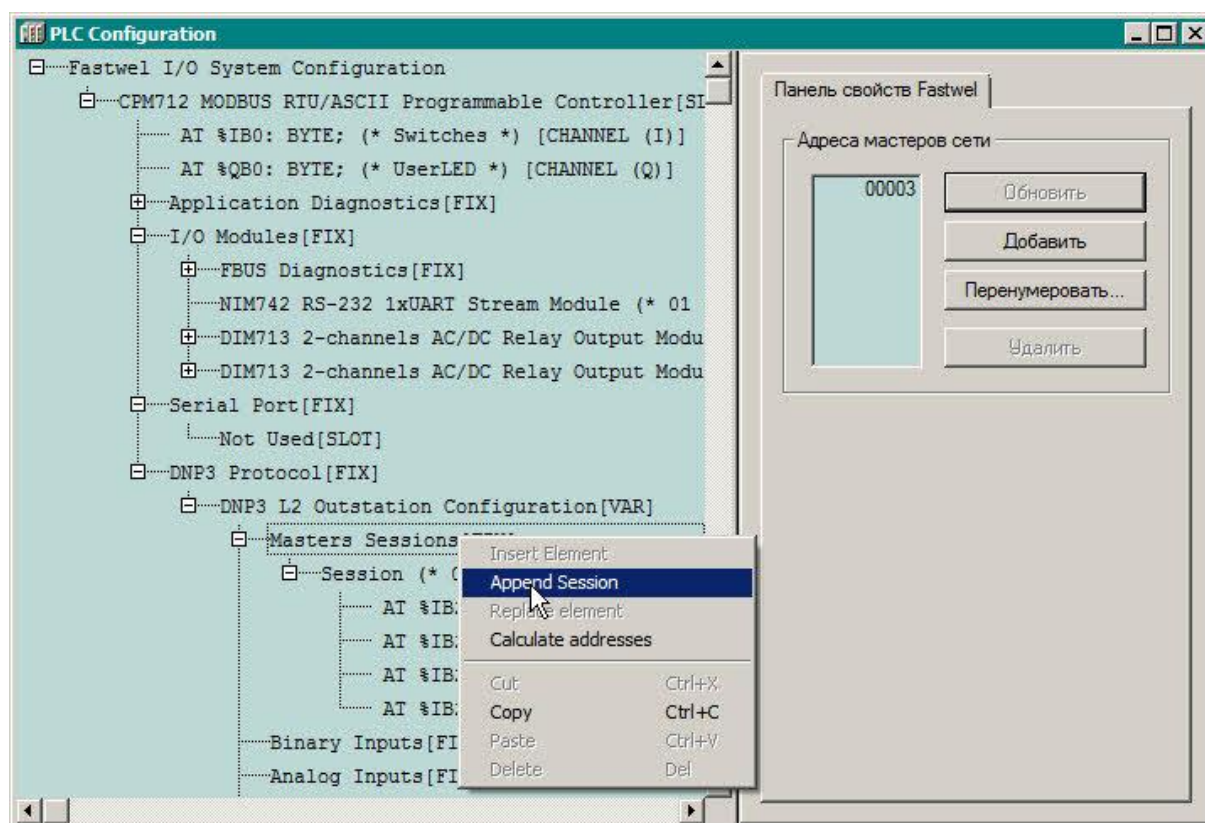
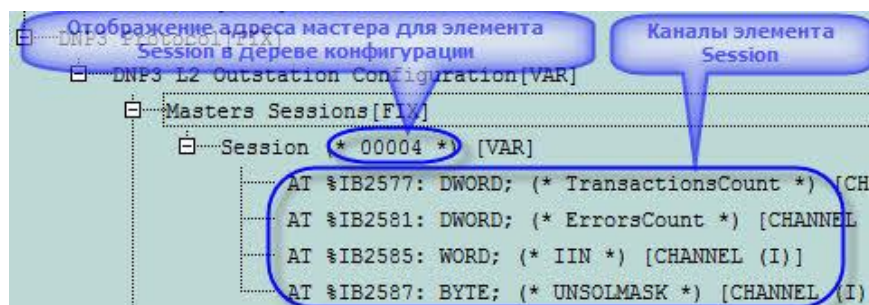

Рис. 21. Добавление сеанса связи с мастером в список *Masters Sessions*
Рис. 23. Входные каналы элемента Session
2. Щелкните правой кнопкой мыши над элементом *Masters Sessions* и выберите команду **Append Session** в контекстном меню, как показано на рис. 21. Либо щелкните правой кнопкой мыши над имеющимся элементом *Session* и выберите команду **Insert Session** в появившемся контекстном меню.
Обновить в панели свойств Fastwel, показанной на рис. 21. Адреса мастеров появятся в дереве в полях комментариев элементов Session, как показано на рис. 23.
Приложению CoDeSys 2.3 для контроллеров CPM712 и CPM713 доступны четыре входных канала в каждом элементе Session, показанных на рис. 23, которые могут использоваться для диагностики сеанса связи с соответствующим мастером в приложении. Описание каналов приведено в табл. 4.